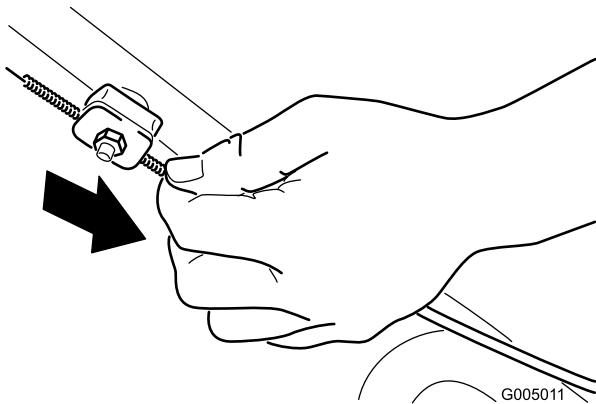

Bild 38
- Ziehen Sie den Kabelmantel (zum Rasenmäher), bis das Kabel stramm ist (Bild 38).